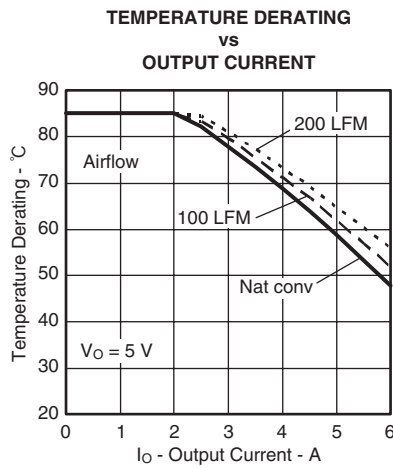
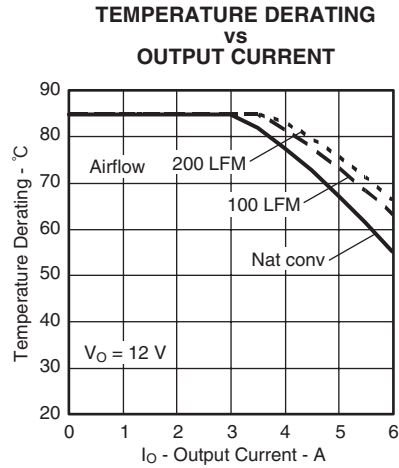

図 9
図 10
- (2) 温度ディレーティング曲線は、内部コンポーネントの温度がメーカーの指定した最高動作温度以下になる条件を表します。このディレーティング制限は、2オンス(56.69グラム)の銅を使用した、100mm×100mmの両面PCBに直接半田付けされたモジュールに対して適用します。表面実装パッケージ(ASおよびAZの各サフィックス)では、電源ピン周囲に熱バスを追加するための複数のピア(メッキされたスルーホール)が必要です。詳細については、メカニカル仕様を参照してください。図9および図10に対して適用されます。